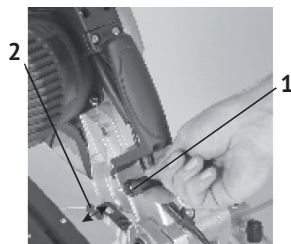

рис.3
- при необходимости, регулировка глубины пропила осуществляется специальным регулировочным болтом, (рис.3 поз1).
- открутить гайку с насечкой на болте (рис.3 поз.1);
- сдвинуть (по стрелке) стопор ограничения глубины пропила (рис.3 поз.2);